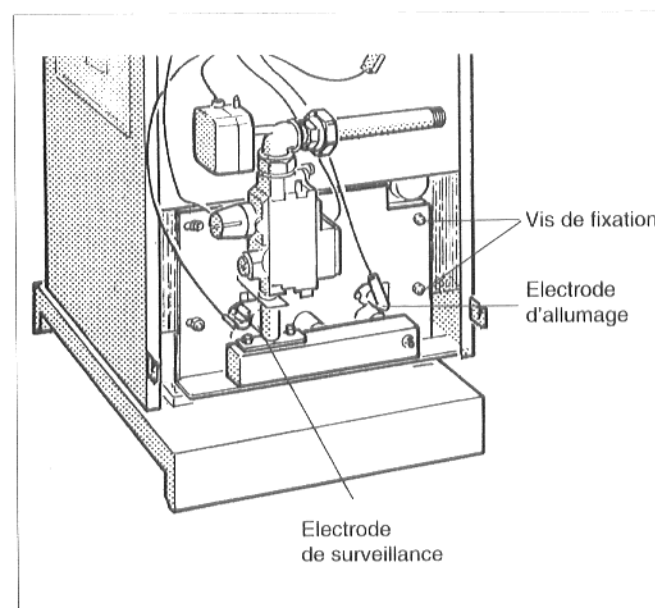

Fig. 30
- ✦ Dévisser les quatre vis de fixation de la plaque du brûleur (fig. 30) et retirer le brûleur.
- ✦ Démontez les électrodes d'amorçage et de surveillance (2 éléments de chaque à partir du modèle 73) avec les cales de distance (fig. 30).